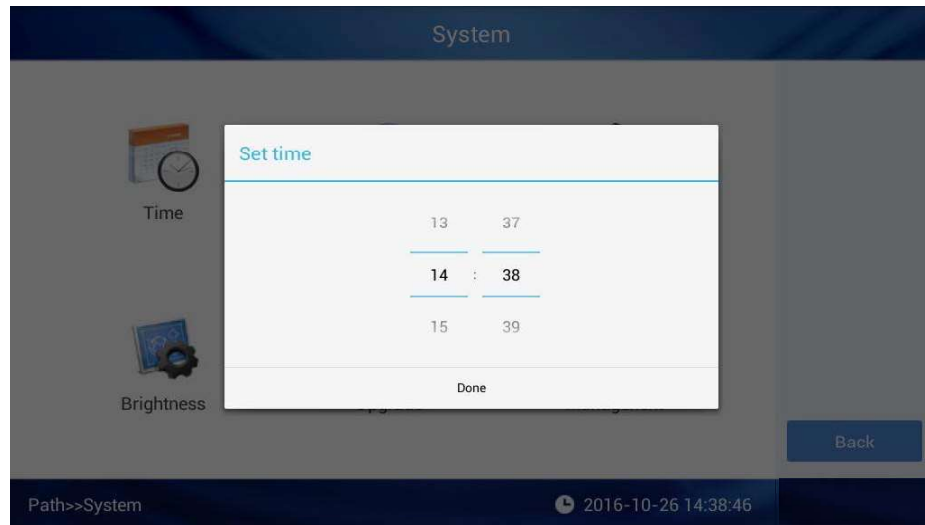

Fig 4.31 Ajuste de la hora
② Haga clic en **Set Time** para entrar en la pantalla de ajuste tal y como muestra en la Fig 4.31, y ajuste la hora deslizando los números.